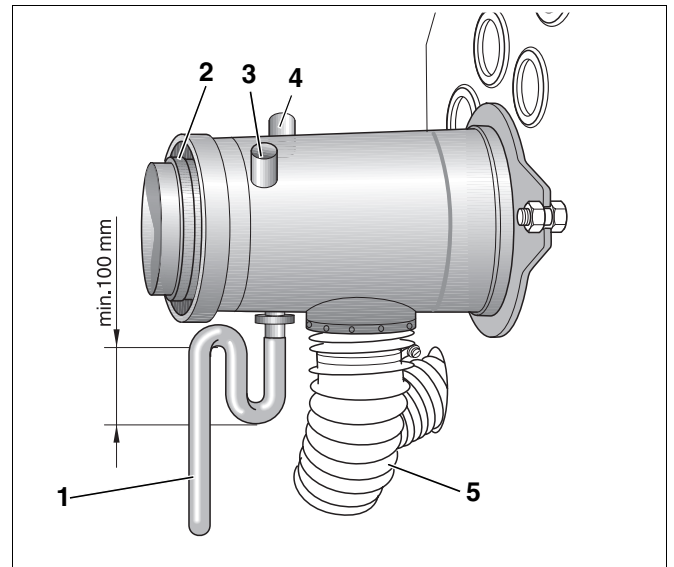
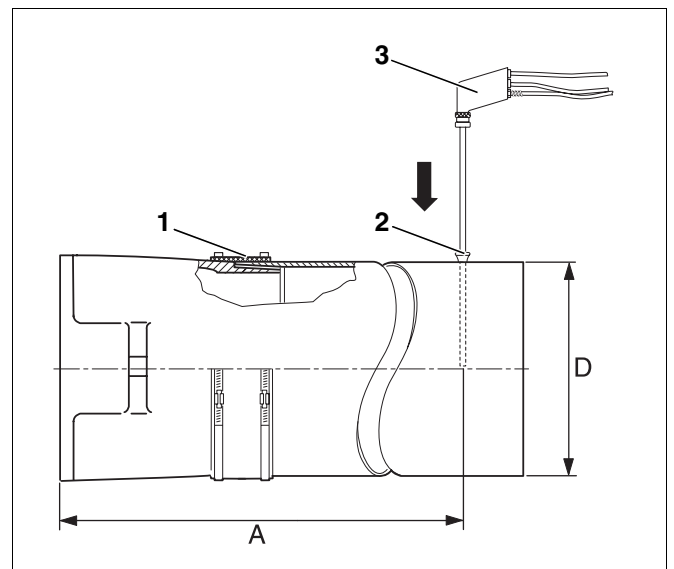

Abb. 20 Luft-Abgas-Anschlussstutzen
Abb. 21 Messwerte aufnehmen
Die Messungen erfolgen grundsätzlich im Abgasrohr (Abb. 21) oder im Luft-Abgas-Anschlussstutzen (Abb. 20).
Die Messöffnung (Muffe; Abb. 21, **Pos. 2**) sollte im Abstand „A“ (ca. 2 × Durchmesser Abgasrohr „D“) vom Abgasstutzen angebracht werden (Abb. 21). Wenn die Abgasanlage unmittelbar nach dem Heizkessel mit einem Bogen angeschlossen ist, muss vor dem Bogen gemessen werden.
Wir empfehlen Ihnen, eine Abgasrohr-Abdichtmanschette (Abb. 21, **Pos. 1**) zu verwenden.
- Messsonde (Abb. 20, **Pos. 3**, Seite 21) bis in den Kernstrom (Mitte Abgasrohr) des Abgases eintauchen (höchste Abgastemperatur).